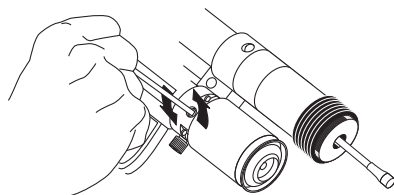

Рис. 5
2. Ослабить пробку выпускного отверстия воздуха с помощью фигурного ключа (3 мм) согласно рис. 5.